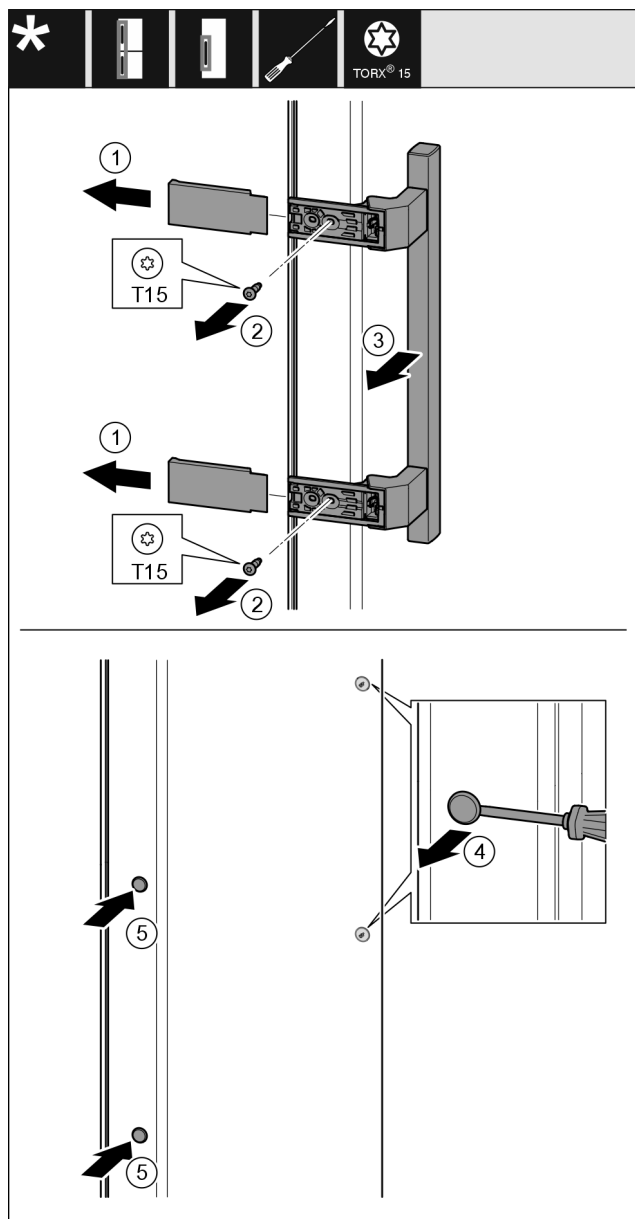

Fig. 20
- Izvucite poklopac Fig. 20 (1).
- Odvijačem odvrnite vijke Fig. 20 (2).
- Skinite ručku Fig. 20 (3).
- Odvijačem s ravnom glavom oprezno podignite bočni čep Fig. 20 (4) i izvucite ga.
- Ponovno umetnite čep Fig. 20 (5) na drugoj strani.